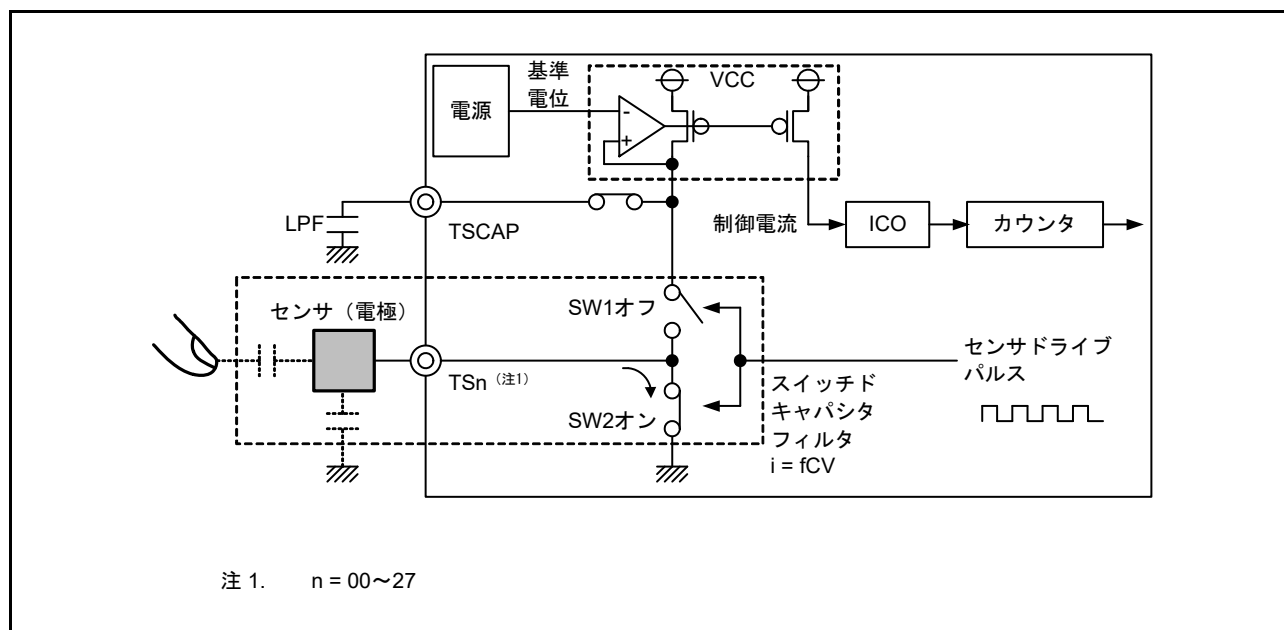

図 40.6 **放電動作**
2. SW1 : OFF、SW2 : ON にすることで、充電された容量は放電されます。図 40.6 を参照してください。